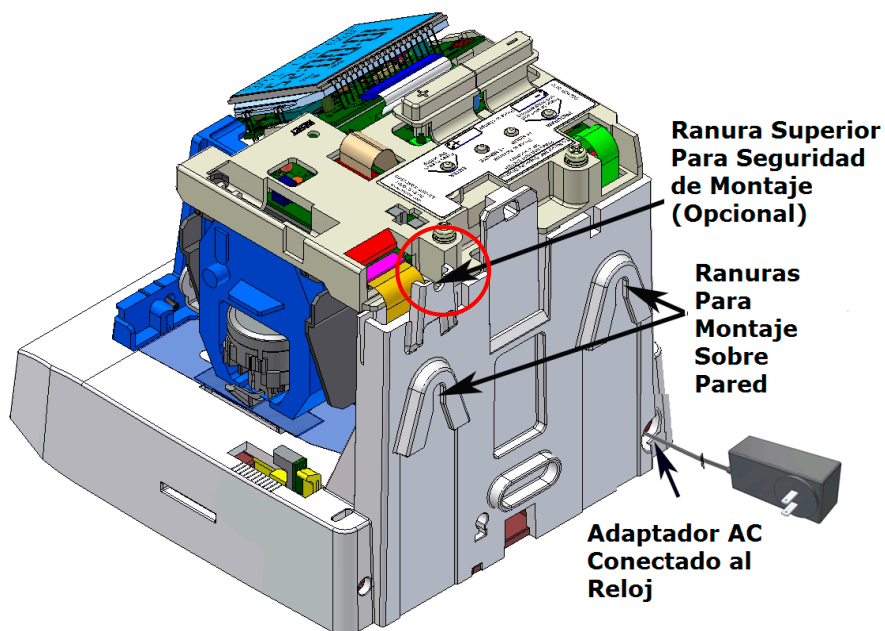

Figura 2. Vista Trasera del TCX-88 para Montaje sobre Pared.
1. Usando la plantilla de montaje entregada (vea la página final de esta guía), marque los (2) huecos sobre el muro. Un tercer orificio puede ser usado para brindar mejor seguridad (ver la Figura 2).
4. Para mayor seguridad sobre el montaje del TCX-88, quite la cubierta y use el hueco de montaje de la parte superior (vea Figura 2 en la página 1-8) para asegurar con firmeza la parte trasera del TCX-88 al muro. Asegure al muro utilizando tornillos paramadera #10 o equivalentes.
Nota – El tornillo opcional de seguridad, si se usa, debe ser instalado con un ángulo de caída para que la cubierta ajuste apropiadamente (ver la Figura 2). La parte superior de la placa ha sido marcada con una muesca para acomodar la inserción del tornillo con el ángulo de caída.